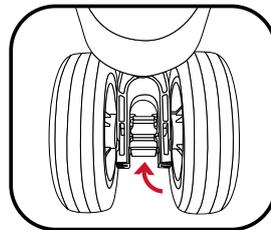

Figure 4
6. Poussez le levier de déverrouillage rapide jusqu'à ce qu'il soit bien enclenché (figure. 4)